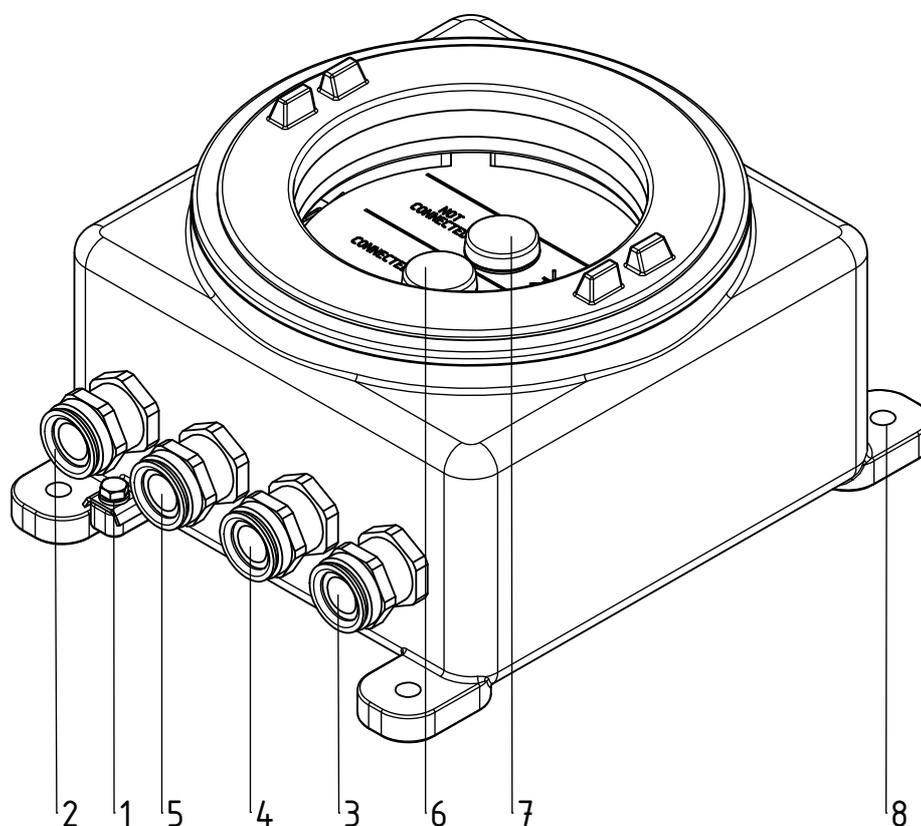

Fig. 3 :
- L'appareil doit être relié au réseau d'équipotentialité par l'intermédiaire du point de mise à la terre externe (1, Fig. 3). La pince de terre doit par ailleurs être connectée, à l'intérieur du boîtier, à un conducteur de protection ou à un conducteur d'équipotentialité (voir chapitre 3.2 "Installation électrique", page 17).
L'appareil doit être relié au réseau d'équipotentialité par l'intermédiaire du point de mise à la terre externe (1, Fig. 3). La pince de terre doit par ailleurs être connectée, à l'intérieur du boîtier, à un conducteur de protection ou à un conducteur d'équipotentialité.